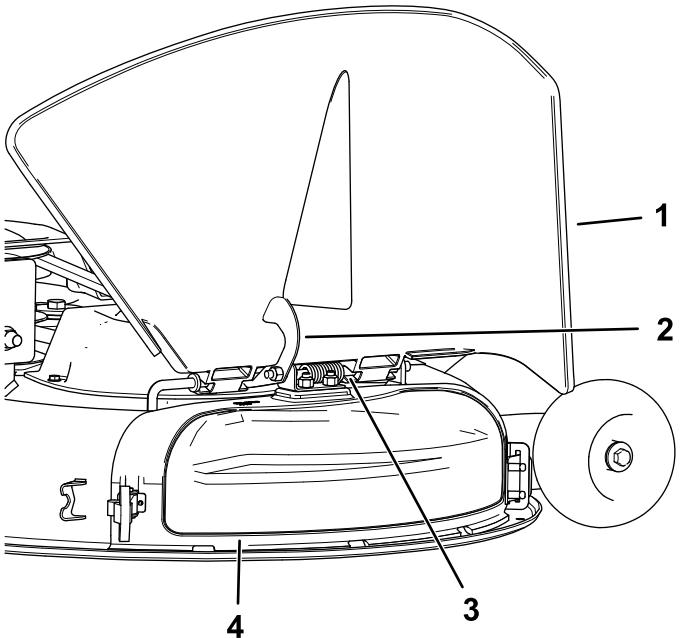

Figura 15
4. Suelte el cierre en forma de gancho situado encima de la tapa de descarga de la varilla (Figura 15).
- En la parte superior de la tapa de descarga, enganche el cierre en forma de gancho alrededor de la varilla del deflector (Figura 15).